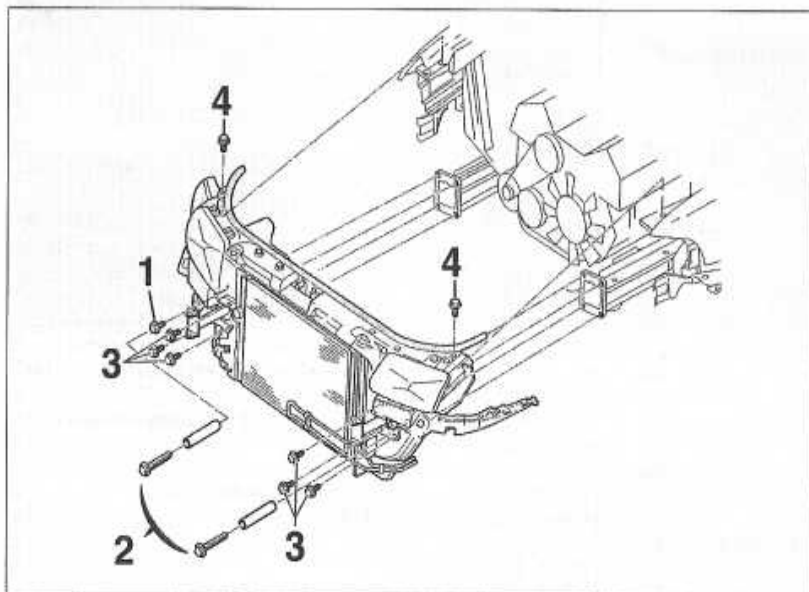

FIGURE 1-8
Par manque de place certaines opérations nécessitent la dépose préliminaire du bouclier avant (voir au chapitre «CARROSSERIE»), du conduit d'alimentation en air et le déplacement de l'ensemble façade-radiateur vers l'avant. Pour cela, déposer les vis de fixation (1), mettre en place les guides (2) VAG 3369 sur les longerons puis déposer les vis de fixation (3) et (4) et tirer l'ensemble façade-radiateur vers l'avant (figure 1-8).
- Tirer l'ensemble façade-radiateur vers l'avant (figure 1-8).